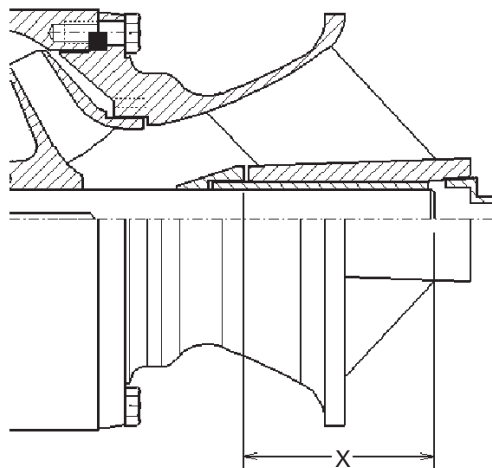

Figure 13
2. Poser le collet pare-sable sur l'arbre de pompe s'il n'y est pas déjà. Le collet est retenu à l'arbre par ajustement serré. Le bout le plus large du collet est orienté vers l'orifice d'aspiration (fig. 13). Chauffer le collet jusqu'à ce qu'on puisse l'enfiler sur l'arbre et, avant qu'il refroidisse, le mettre rapidement en place de sorte que son bout large soit à la distance X indiquée dans la table ci-après. Engager le bout d'arbre lisse dans le coussinet de tulipe ou de corps d'aspiration jusqu'à ce que le collet s'appuie contre le moyeu du corps ou de la tulipe.